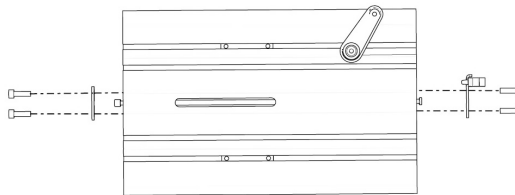

Bild 101. Justerstångens fästen sitter monterade med två skruvar vardera.
8. Demontera justerstångens fästen, de sitter monterade med två skruvar vardera. Se bild. 101.